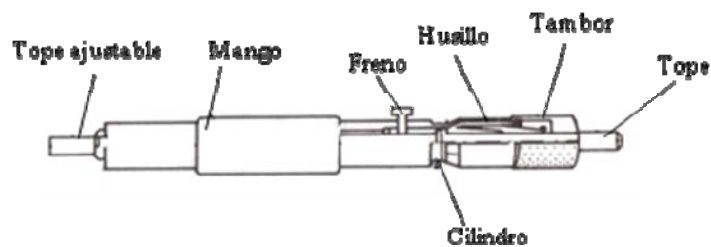

Figura 3.45
A. Micrómetro de interiores tipo barra simple (figura 3.45)